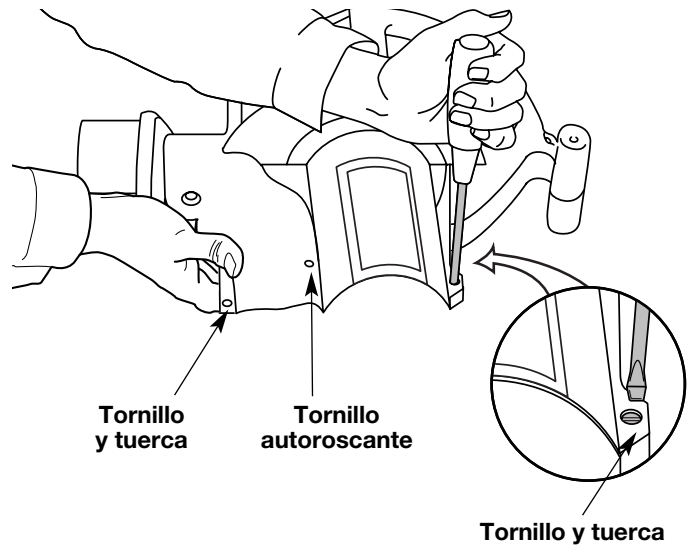

Fig. 2
2. Saque los 2 (dos) tornillos y tuercas que sostienen el tubo del soplador / aspirador en el bastidor (Fig. 2).